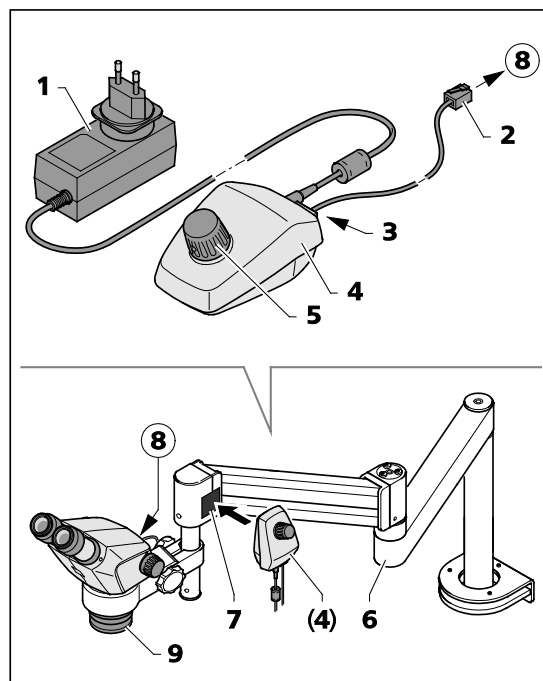

图 24 K LED 控制器
控制器 K (图 24/4) 用于在使用镜臂 A 或 U 或其它镜臂时，控制 Stemi 305 主机的垂直照射或环状光源。
- 将前端系统 0.5x/185 mm (图 24/9) 固定在显微镜主机上。
- 在使用环状光源时，通过随附的适配器（内直径 58 mm，外直径 66 mm）将其适配在前端系统 (图 24/9) 上。
- 将磁盘 (图 24/7) 的吸磁面固定在摇臂镜臂上。
- 将随附的连接电缆（长 1 m）(图 24/2) 插入显微镜主机和环状光源插槽 (图 24/8) 以及控制器 K (图 24/4) 背面插槽 (图 24/3)。
- 将控制器 K (图 24/4) 放置在磁盘 (图 24/7) 上。
- 用电源 (图 24/1) 将控制器 K 通上电。
- 调整摇臂镜臂 (图 24/6)，使其达到符合人类工程学的工作位置。
- 按下控制器 K 的旋钮 (图 24/5) 打开垂直照射（或环状电源），并旋转旋钮设置照射强度。